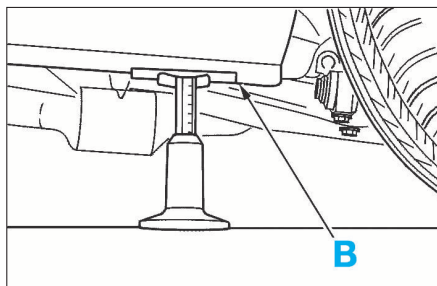

FIG. 5
- Mettre en place le compresseur de suspension [1] en choisissant le crantage (A) le mieux adapté permettant de tirer sur les sangles le plus verticalement possible.
- Comprimer la suspension de manière à obtenir du côté droit et gauche, la hauteur de caisse (H1) (assiette de référence) à mesurer entre le bord de l'appui-cric avant (B) et le sol (Fig.5).
- Comprimer la suspension de manière à obtenir du côté droit et gauche la hauteur de caisse (H2) (assiette de référence), à mesurer entre le bord de l'appui-cric arrière (B) et le sol (Fig.5).